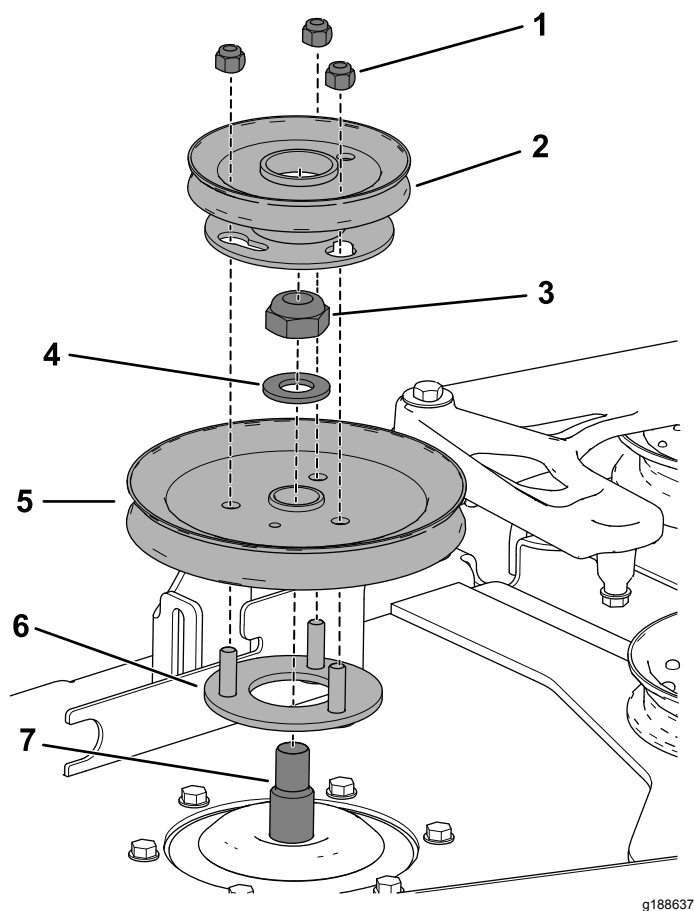

**Figura 28**
- A. Utilice la contratuerca (¾") y la arandela para sujetar la nueva polea doble en el eje de cuchilla derecho (Figura 28).